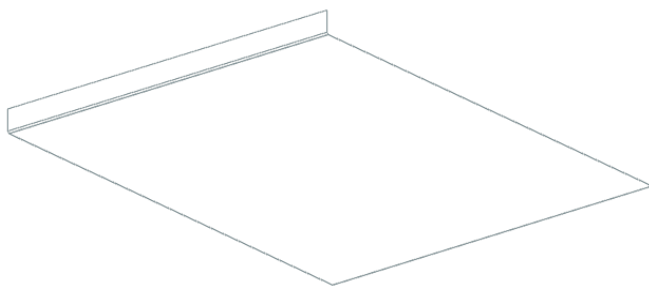

图 11-228 创建弯边特征 1
(4) 在“弯边”对话框中，单击 **应用** 按钮，创建弯边特征 1，如图 11-228 所示。